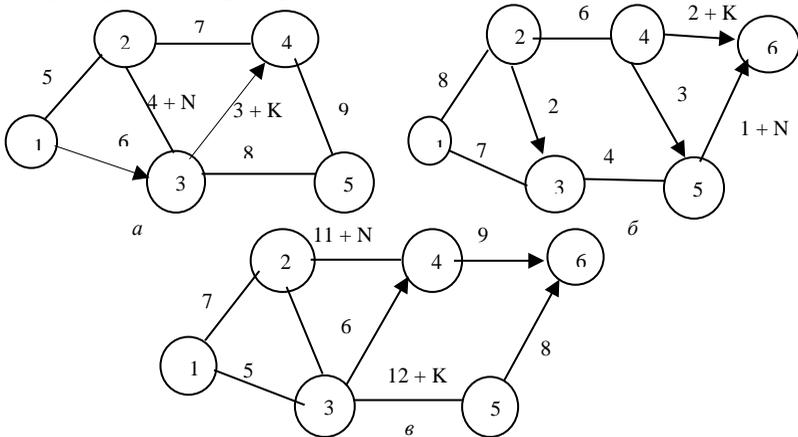

Рис. 3.11. Сеть дорог
**Задача 3.10.** Необходимо составить кратчайший маршрут от перерабатывающего предприятия до фирменного магазина, используя существующую сеть дорог (рис. 3.11, *a–в*).